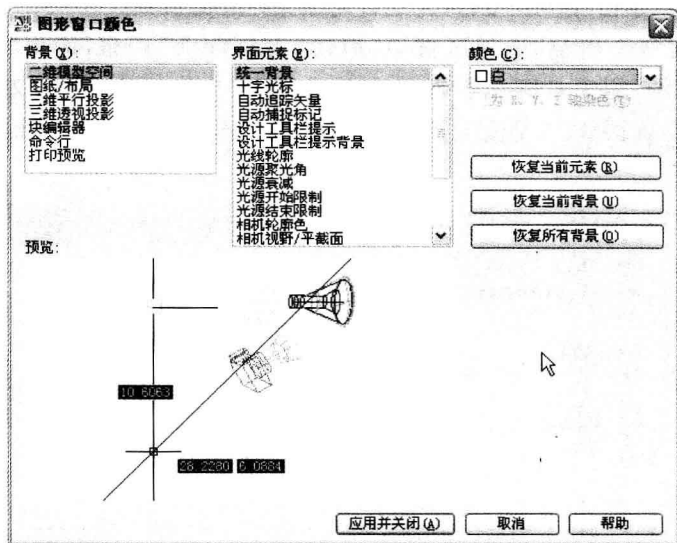

图 1-11 “图形窗口颜色”对话框
(3) 在“窗口元素”选项区域中单击“颜色”按钮,调出“图形窗口颜色”对话框。在该对话框“背景”列表框中选“二维模型空间”选项,在“界面元素”列表框中选“统一背景”选项,在“颜色”下拉列表框中选“白”,如图 1-11 所示。然后,单击“应用并关闭”按钮,关闭该对话框,同时将黑色的绘图环境设置为白色。